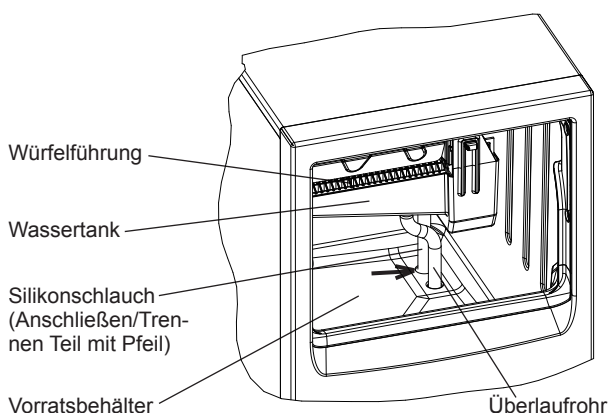

Abb. 5
- Zum Entleeren des Wassertanks den Silikonschlauch trennen. Wenn das ganze Wasser abgelaufen ist, den Silikonschlauch wieder richtig anschließen. Siehe Abb. 5.